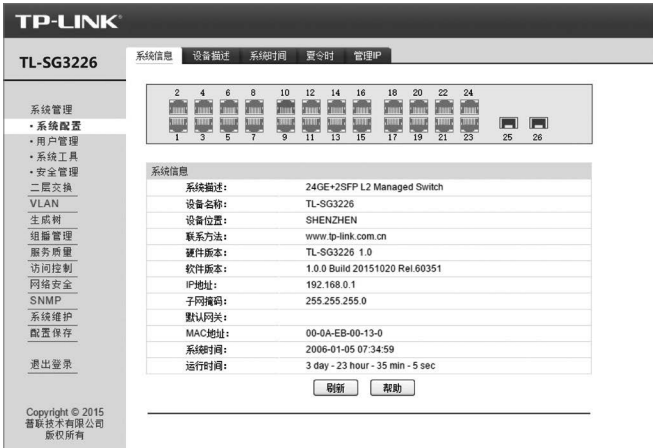

图4-2 交换机管理界面首页
- 4. 登录交换机管理界面首页，如图4-2所示。点击左上角本公司的商标，可以方便的访问本公司商用网络首页 (<http://smb.tp-link.com.cn>)；点击主页左侧的主菜单栏即可进行相应功能的配置。